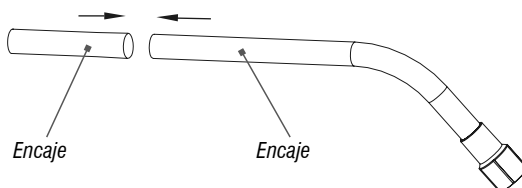

Fig. 9 – Conectando el tubo extensor
- Conecte dos tuberías extensoras, notar que en las tuberías extensoras hay un encaje que debe ser acoplado, según muestra la Fig. 9;